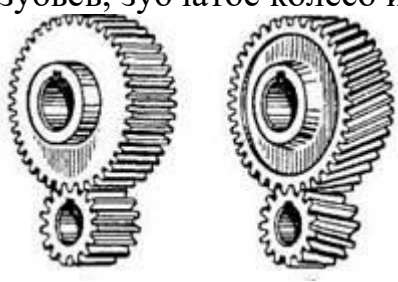

Рис.7.
15. Определите передаточное число зубчатой передачи: шестерня имеет 11 зубьев, зубчатое колесо имеет 55 зубьев? (Рис.7).